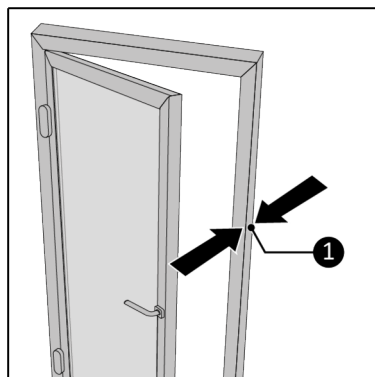

Rysunek 213.
6. Przykleić papier ścierny (Rysunek 213, poz. 2) po wewnętrznej stronie dolnej części uchwyty (Rysunek 213, poz. 1). Upewnij się, że otwór w papierze ściernym jest wyrównany z otworem we wsporniku.